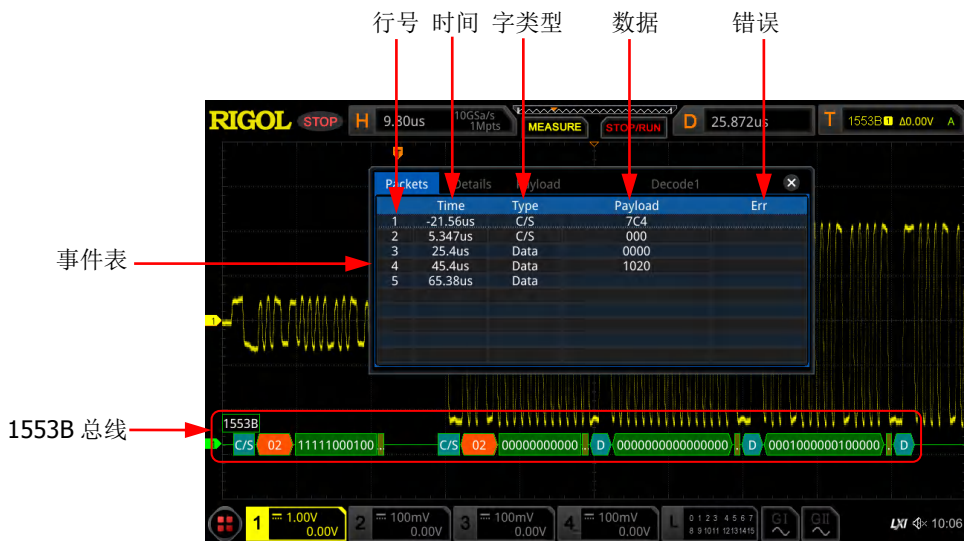

图 12-15 1553B 解码事件表
- 打开或关闭事件表：连续按 **事件表** 键，打开或关闭事件表显示。打开事件表，屏幕弹出如图 12-15 所示的事件表。您也可以使用触摸屏功能触摸事件表右上方的图标 **X** 关闭事件表功能。